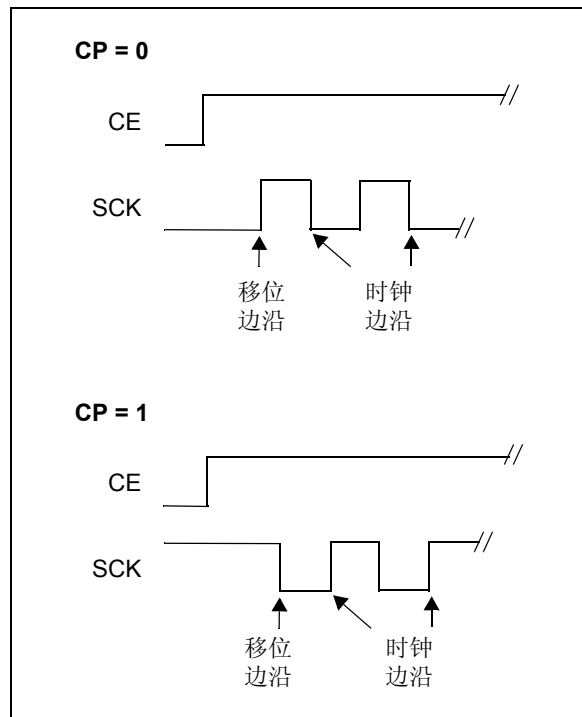
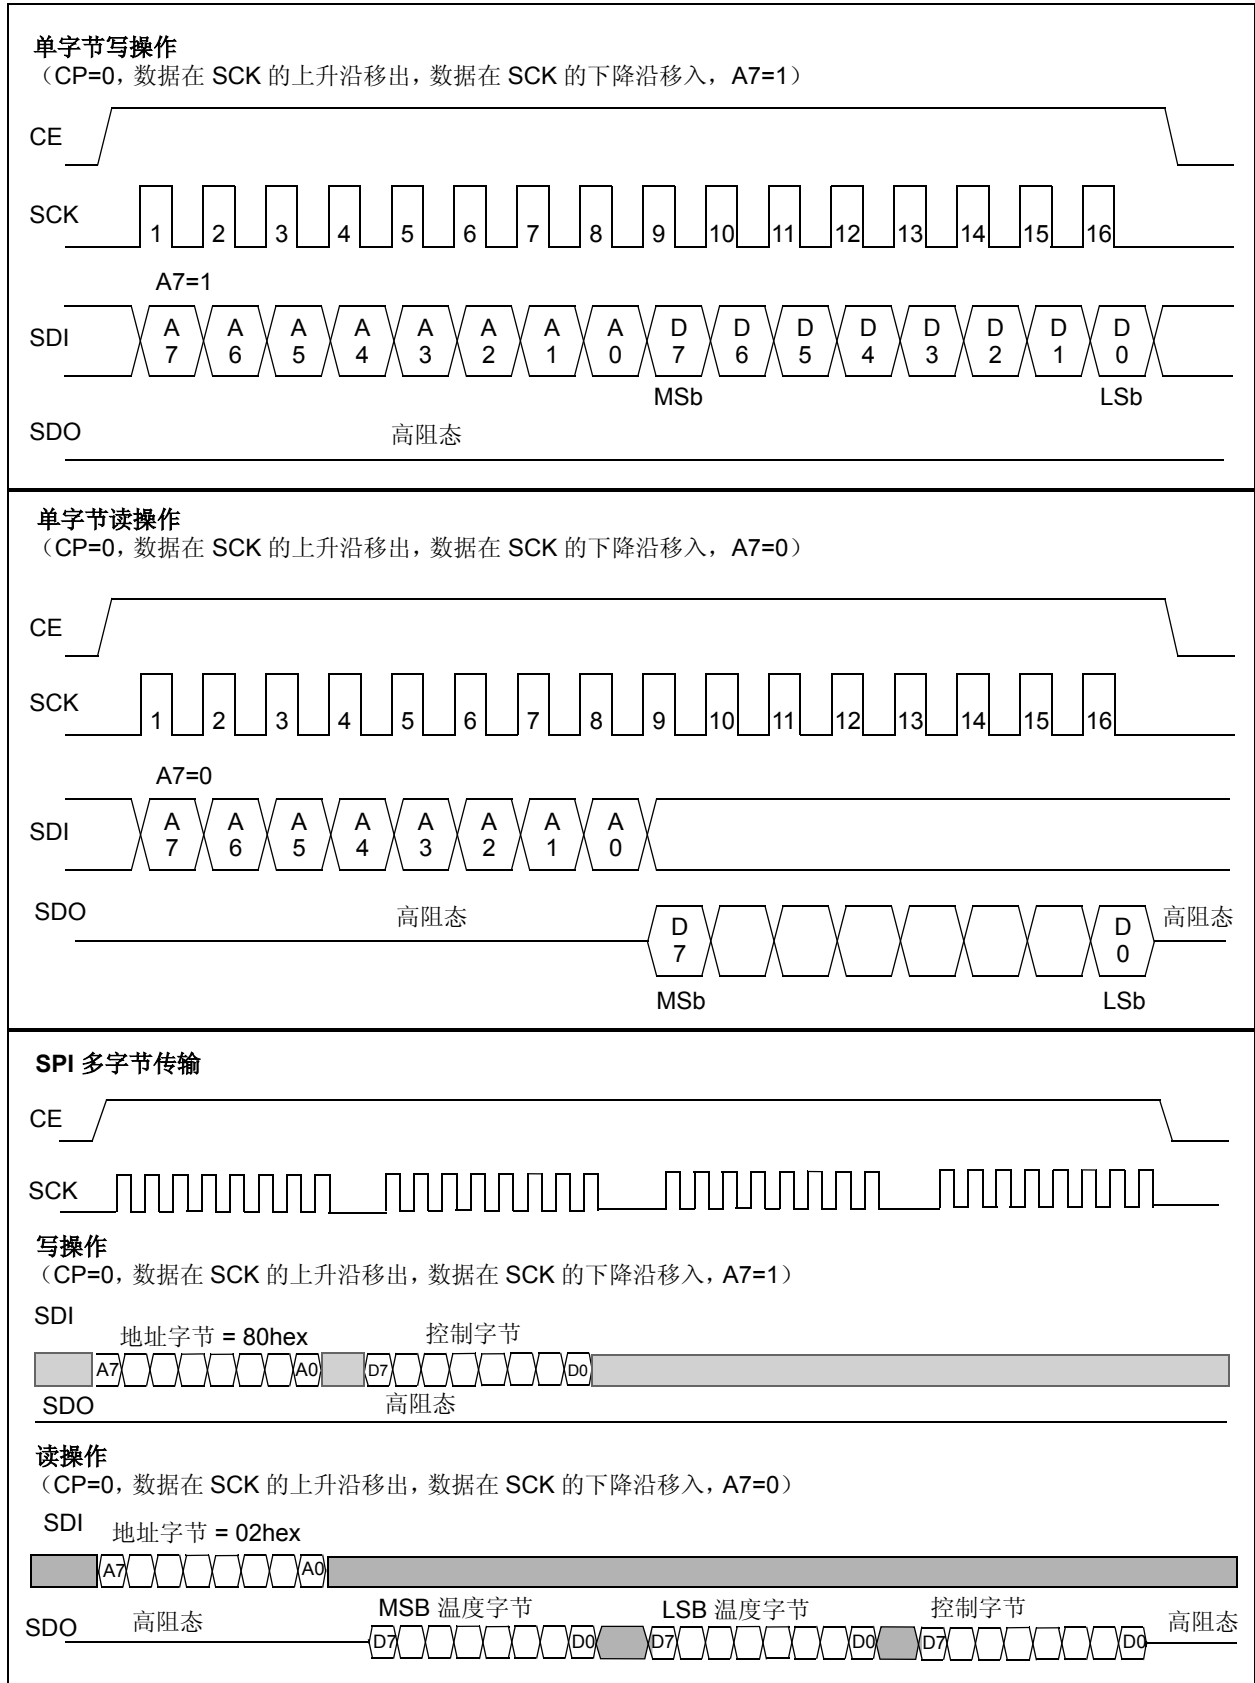

图 3-2: 串行时钟极性 (CP) 操作
图 3-3: 串行接口时序图 (CP=0)
注: 此时序图是在 CP = 0 时绘制的。TC72 也可在 CP = 1 时工作；但是，SCK 的边沿与表 3-3 和图 3-2 的定义相反。
TC72 具有能在 SCK 输入信号为有效高电平或低电平时工作的能力。当 CE 信号变成高电平时，检测到 SCK 的无效状态，而时钟输入（CP）的极性决定数据是在系统时钟的上升沿或下降沿移入或移出，如图 3-2 所示。表 3-3 给出了用于传送数据到寄存器和从寄存器移出数据的相应时钟边沿。每个时钟脉冲传送一位数据，数据位以 8 位为一组传送，如图 3-3 所示。
数据可以采用单字节或多字节包的方式进行传送，如图 3-3 所示。在 3 字节包中，数据序列包括温度数据的 MSb、温度数据的 LSb 和紧接着的控制寄存器数据。通过向寄存器写入所需数据包的最高地址来启动多字节读功能。在芯片使能引脚保持有效的时间内，TC72 将自动发送寻址的寄存器和所有低地址寄存器的数据。
TC72 使用 CE、SCK 和 SDO 线从温度和控制寄存器输出数据。图 3-3 显示了读操作的时序图。芯片使能 (CE) 变为高电平启动通信。SDO 线保持为输出 LSb 位的电压, 当 CE 线变为逻辑低电平时, 该线变为三态。
数据移入控制寄存器, 以使能 TC72 的节能关断模式。写操作如图 3-3 所示, 通过使用 CE、SCK 和 SDI 线来完成。